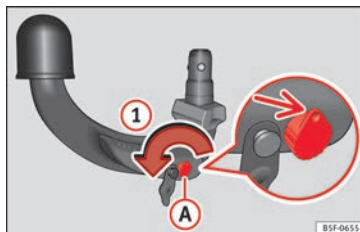

Abb. 209 Schritt 1
- Drehen Sie den Schlüssel in Pfeilrichtung ①, bis sich der gelochte Teil des Schlüssels oben befindet » Abb. 209.